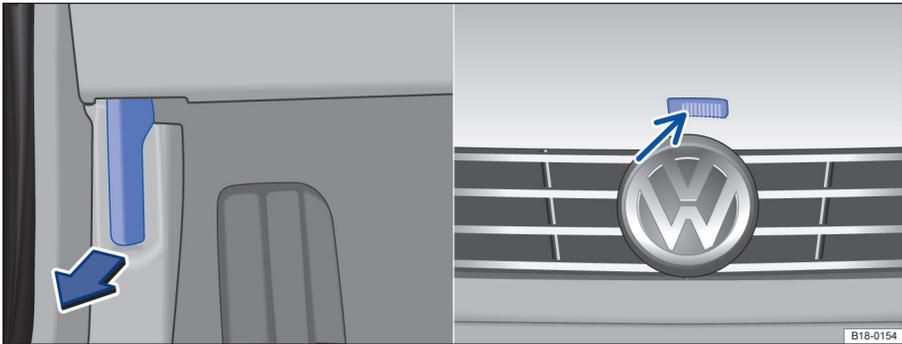

图 164 驾驶员侧脚部空间和散热器格栅局部视图：解锁并打开发动机舱盖
- 沿图示箭头方向拉动开启手柄⇒图 164，舱盖在弹簧机构的作用下弹开稍许。
- 沿箭头上提开启拉手，抬起发动机舱盖并将其打开。⇒图 164⇒▲